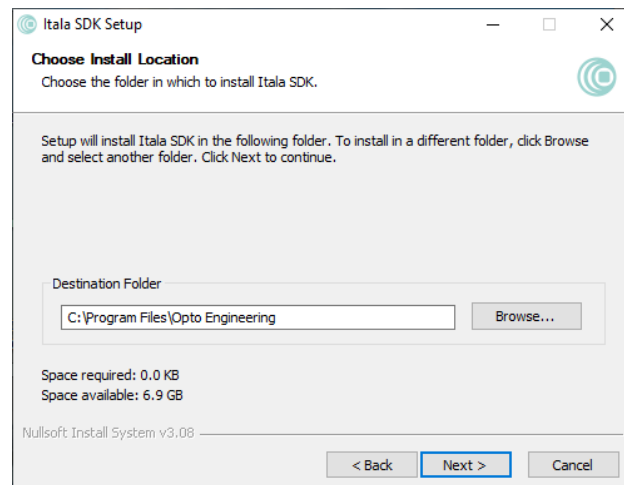

Figure 24: Itala SDK-Zielordner-Fenster.
4. Wählen Sie den Zielordner (Abb.24).